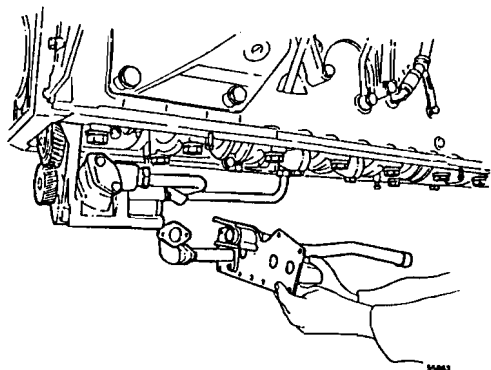

Fig. 197
- 3 Quitar el tubo de aspiración del tamiz de aspiración posterior y el tamiz delantero así como la tapa del recipiente de aceite como una unidad, véase fig. 197.
- 15 Montar el tubo de aspiración para el tamiz de aspiración posterior y el tamiz de aspiración delantero así como la tapa del recipiente de aceite, como una unidad (fig. 197).